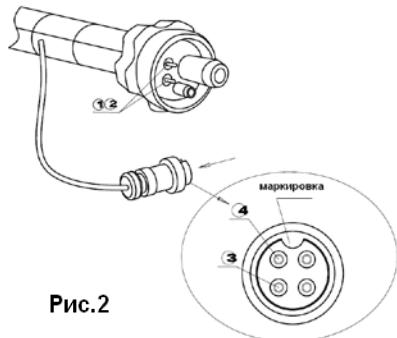
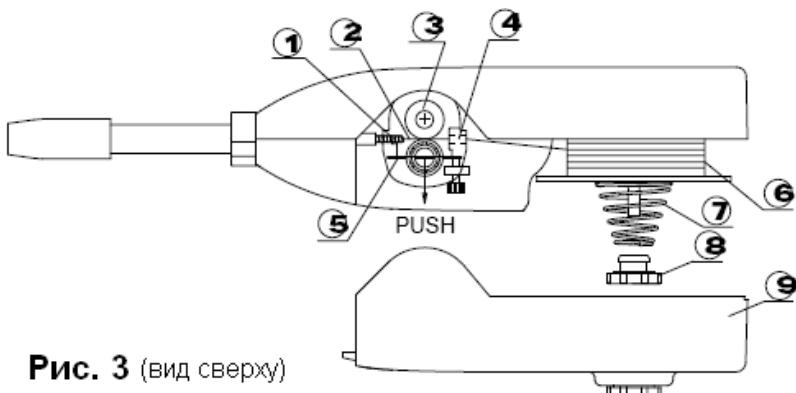

Рис.2
Рис. 3 (вид сверху)
3. Подключите евроразъем (13, рис.1) горелки к сварочному аппарату, согласно маркировке (табл.1, рис.2) и затяните муфту на вилке.
4. Подключите контакт управления(12, рис.1), согласно маркировке (табл.1, рис.2).
5. Снимите левую крышку корпуса горелки (9)
6. Открутите гайку (8, рис.3) и снимите коническую пружину (7, рис.3)
7. Установите катушку с проволокой (6, рис.3) на шпиндель горелки.
8. Поставьте на место коническую пружину (7, рис.3) и закрутите гайку (6, рис.3). Поставьте на место левую крышку корпуса горелки (9, рис.3)
12. Аккуратно откройте секцию протяжного механизма. Протяните выпрямленный кусок проволоки под прижимным роликом (4) к приводному ролику (3, рис.3).
13. Придерживая натяжной ролик (5, рис.3) плавно протяните проволоку через паз приводного ролика к гильзе горелки (1, рис.3)
14. Отпустите прижимной ролик (4, рис.3) и проверьте выпрямленность проволоки.